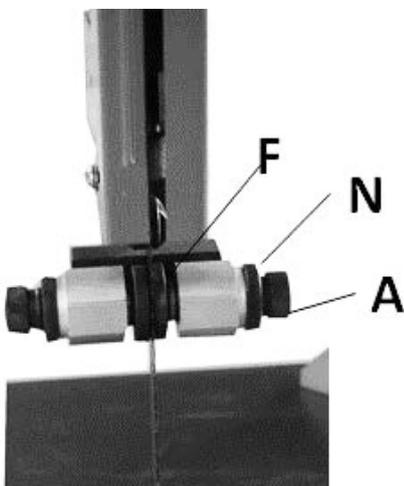

Abb. 14: Obere Sägebandführung
Schritt 1: Zum Einstellen die Spannmutter (Pos. N, Abb. 14) lösen und die Führungsscheiben (Pos. F, Abb. 14) durch Drehen der Schrauben (Pos. A, Abb. 14) bis zu 0,5 mm auf das Sägeband bringen. Anschließend die Spannmutter wieder festziehen.